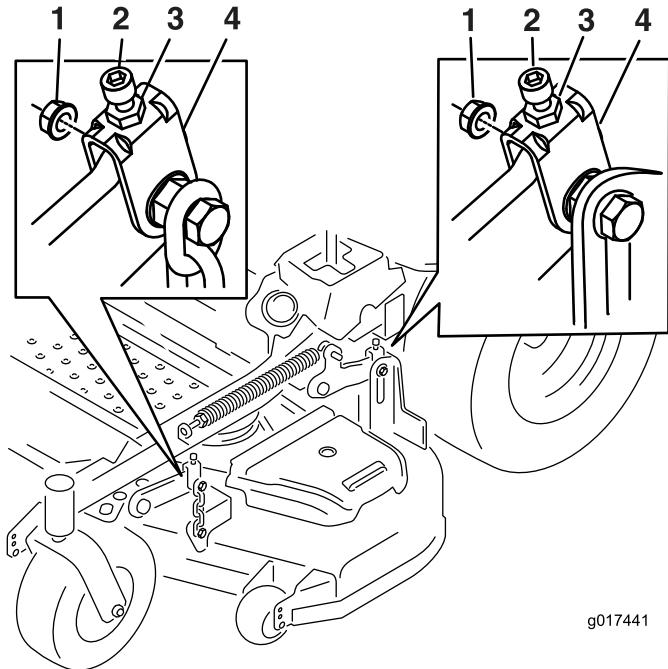

Figura 71
Gire el tornillo de ajuste hasta obtener una altura de 7,6 mm (3 pulg.) (ver Figura 71).
16. Gire el tornillo de ajuste hasta obtener una altura de 8,3 cm (3-1/4 pulg.) (Figura 71).